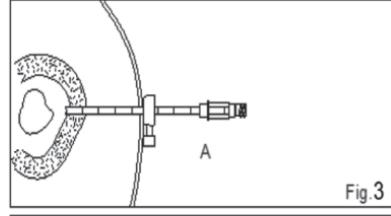

Fig.3
- FIG.3** Tenere fermamente la cannula di taglio con l'impugnatura (A+F) e svitare e rimuovere il mandrino (B).